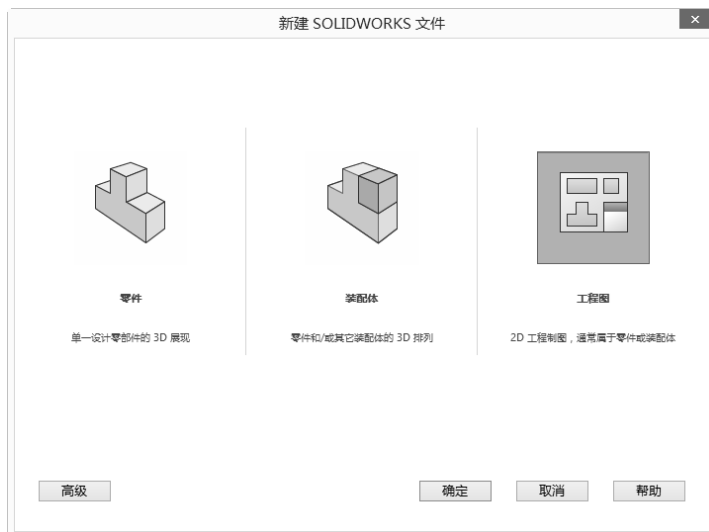

图 6-25 “新建 SOLIDWORKS 文件”对话框
**01** 进入 SolidWorks 2017，选择菜单栏中的“文件”→“新建”命令或单击“快速访问”工具栏中的“新建”按钮，在弹出的“新建 SOLIDWORKS 文件”对话框中（见图 6-25），选择“工程图”按钮，新建工程图文件。